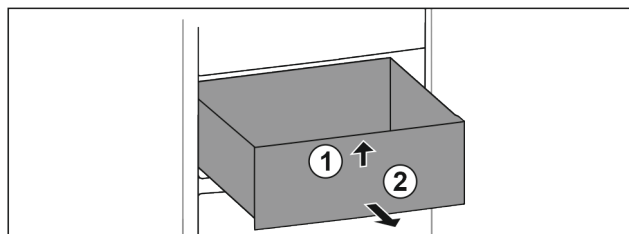

Fig. 70
- Soulever la partie avant du tiroir. Fig. 70 (1).
- Retirer le tiroir par l'avant. Fig. 70 (2)